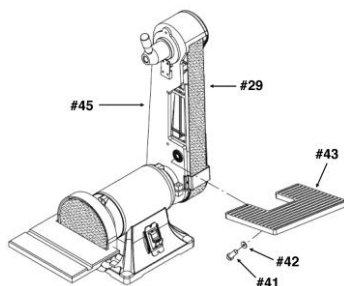

fig. 2
1. Montez la table de courroie (n° 43) sur le côté gauche du boîtier de courroie (n° 45) au moyen de la vis à tête creuse hexagonale (n° 41) et de la rondelle plate (n° 42) (fig. 2).